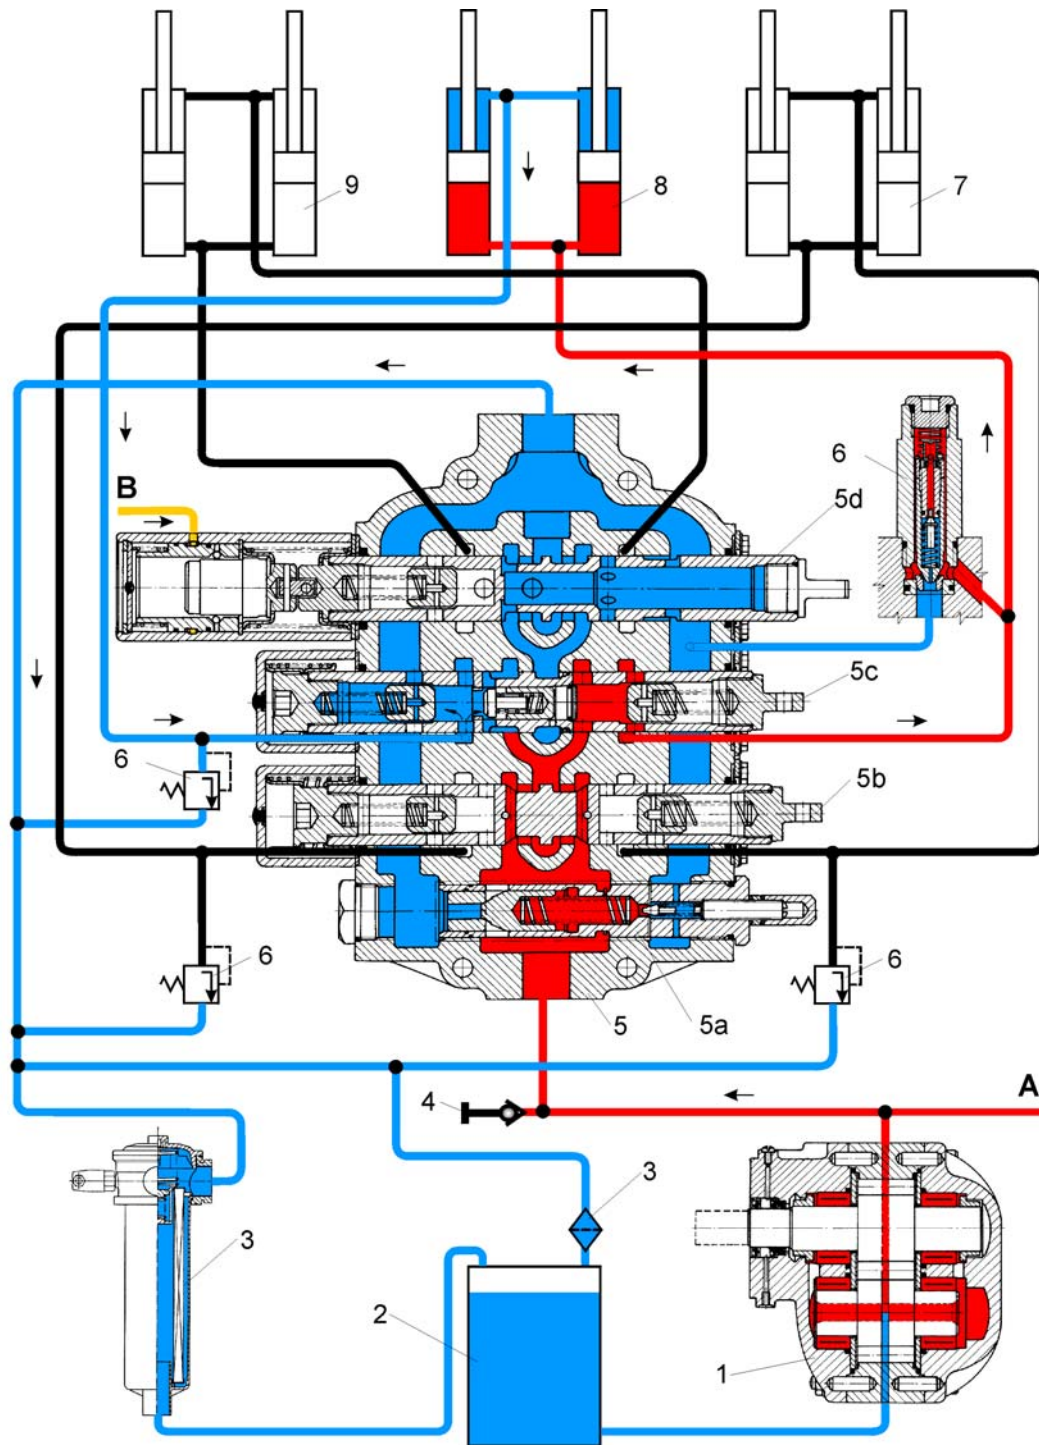

Рис. 10.7. Схема работы рабочей гидросистемы – включенное положение
Перемещение золотника (5c) ковша влево (Рис. 10.7.) приводит к поступлению масла под давлением в правую внутреннюю часть золотника. Масло под давлением преодолевает усилие сжатой пружины обратного клапана внутри золотника и через открывшийся обратный клапан направляется в подпоршневые полости гидроцилиндров (8) ковша. Одновременно золотник (5c) открывает канал для прохода масла, выталкиваемого из надпоршневых полостей гидроцилиндров ковша. Возвращающееся масло направляется в левую внутреннюю часть золотника (5c) и, преодолевая усилие сжатой пружины обратного (возвратного) клапана, открывает клапан и возвращается в бак (2) рабочей гидросистемы.